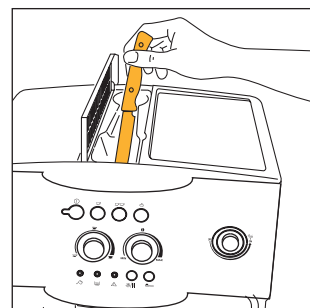

Fig. 20
**OPMERKING 5:** Mocht meer dan één maatlepel voorgemalen koffie de trechter verstopen, gebruik dan een mes om de koffie te laten zakken (fig. 20). Verwijder de infusor. Reinig de infusor en het apparaat zoals beschreven in paragraaf 10.2 "Reiniging infusor".